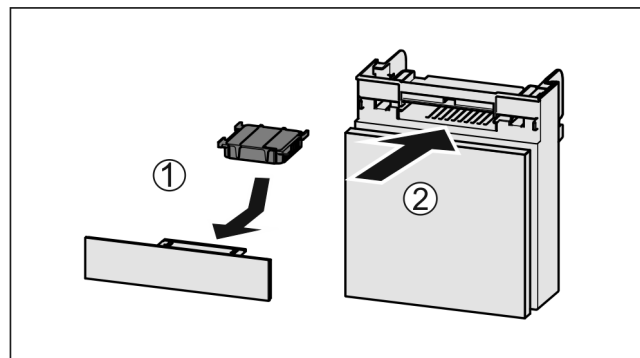

Fig. 157
- ▶ Aktivkohlefilter nach Abbildung einsetzen Fig. 157 (1).
- ▶ Fach einschieben Fig. 157 (2).